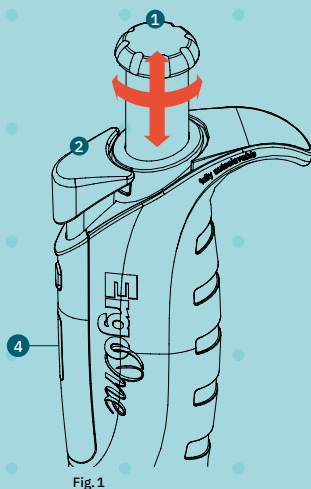

Fig.1
Déverrouillez le blocage du mécanisme de réglage du volume en tirant le bouton de commande ①. Un déclic se produit. Tournez le bouton dans le sens des aiguilles d'une montre pour diminuer le volume à pipeter; pour l'augmenter, tournez le bouton ① dans le sens inverse des aiguilles d'une montre. Le volume réglé est lisible de haut en bas sur l'affichage du volume à 4 chiffres ④. Le trait de séparation blanc indique l'emplacement du séparateur décimal. Lorsque vous augmentez le volume, dépassez la valeur d'1/3 de tour et redescendez doucement jusqu'au volume désiré. Une fois le volume réglé, vous pouvez verrouiller le bouton ① en le repoussant vers le bas. Un nouveau déclic se produit. La pipette est désormais prête à être utilisée (Fig.1).